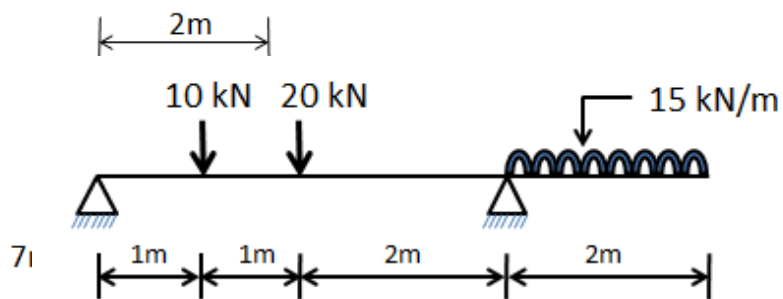

Figure -4
- (૧) લામિનો પ્રમેય લખો અને આકૃતિ સાથે સમજાવો.
- (2) Calculate support reaction for a beam as shown in **Figure-4**.
- (૨) **Figure-4** માં દર્શાવેલ બીમ માટે ટેકાની પ્રતિક્રિયાઓ મેળવો.
- (3) A body of weight 300 N is placed on a rough inclined plane making an angle of 20° with the horizontal. A horizontal force of 150 N is just sufficient to cause the body to start moving up the plane. Find the coefficient of friction and angle of friction.